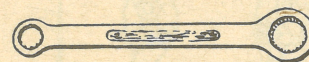

Fig. 3 — Chave de boca canelada
8. Além da chave de boca fixa, empregam-se ainda muito as chaves de *boca canelada*, fechada (fig. 3).